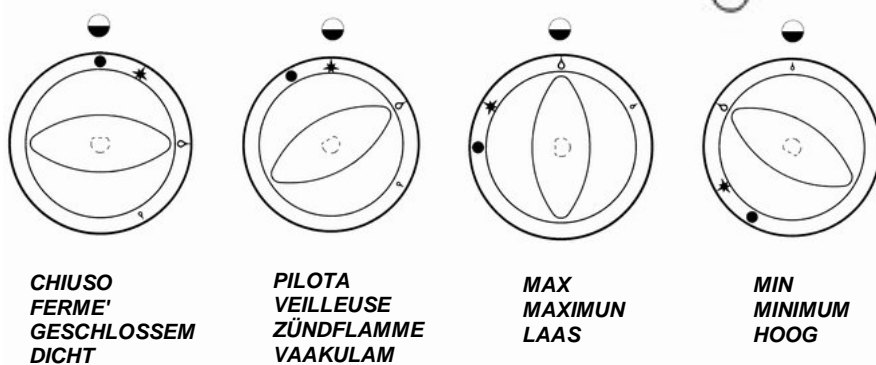

FIG. 4
enlever les grilles (1), les supports (2), le cadre support lave et le brûleur restera ainsi en vue. Ouvrir complètement la bague de réglage d'air du brûleur (3) et remplacer l'injecteur (27). Remonter le tout; positionner la bague de réglage d'air du brûleur (24) à la distance indiquée ("A") sur le Tableau Données Techniques en fonction du type de gaz. (Fig. 4)
- Remplacement de l'injecteur veilleuse (19):